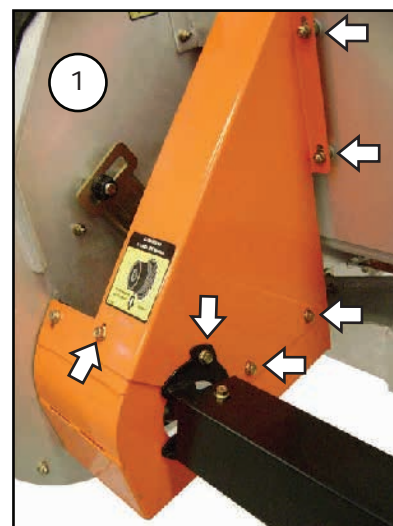

Figura 08
a) Retirar as porcas e parafusos da proteção da transmissão (item 1) figura 08;